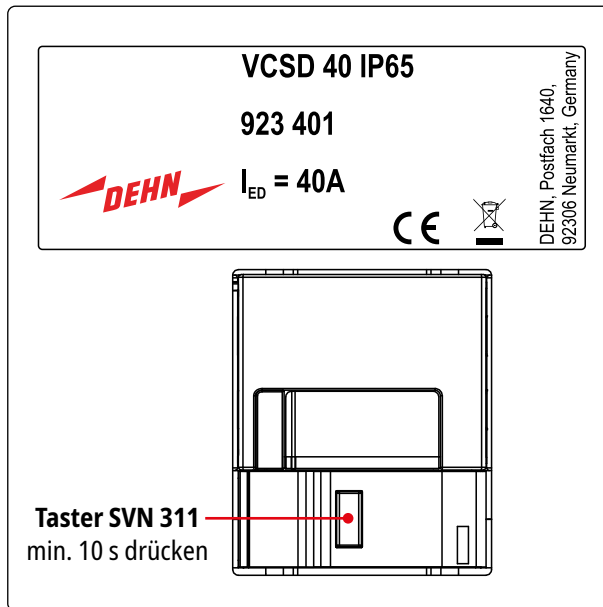

Bild 16 Entladen
- ➔ Selbsttest mit der Taste „**Start Selbsttest / Start self-test**“ starten (siehe Bild 16)